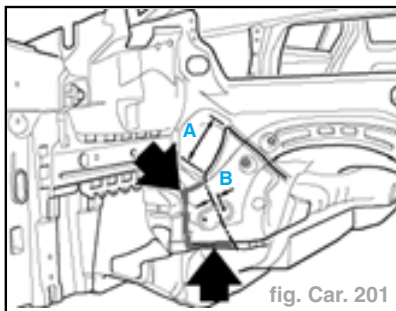

fig. Car. 201
- Tracer la jonction sur la doublure d'aile à droite et la découper. (fig. Car. 201) :
- Confectionner la doublure de tablier à partir de la pièce de rechange doublure de tablier (fig. Car. 201) :